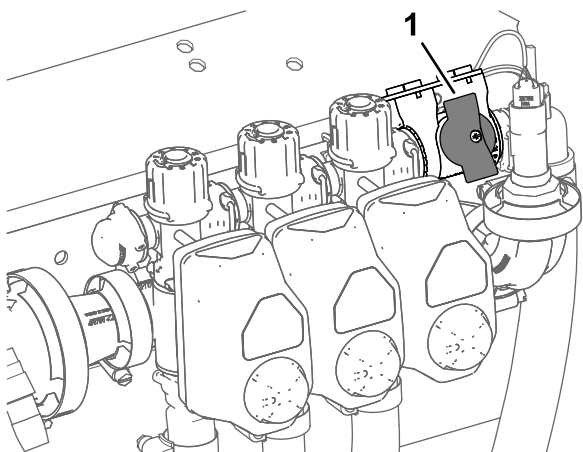

Рисунок 48
4. Если машина работает в режиме заданной нормы внесения, убедитесь, что ручка отсечного клапана перепуска секции находится в закрытом положении (Рисунок 48).
5. Если машина работает в режиме заданной нормы внесения, убедитесь, что отсеccionный клапан перепуска секции находится в закрытом положении (Рисунок 48).